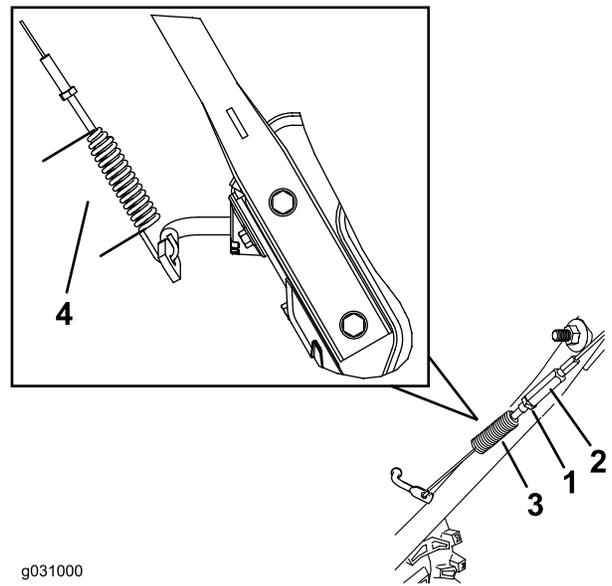

Figure 31
1. Desserrez l'écrou de blocage (Figure 31).
4. Serrez l'écrou de blocage (Figure 31) en vérifiant que le câble est légèrement tendu.
3. Desserrez ou serrez le tendeur pour régler la longueur du ressort à 6,6 cm (2-3/5 po), comme montré à la Figure 31.